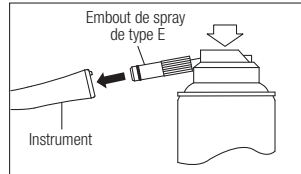

Fig. 7
- 2) Insérez l'embout de spray à l'arrière de l'instrument. Tenez l'instrument et pulvérisez pendant environ 2-3 secondes. Vaporisez du lubrifiant jusqu'à ce qu'il en ressorte de la tête de l'instrument pendant au moins 2 secondes (Fig. 7).
- 3) Lubrifiez l'instrument à l'aide du NSK PANA SPRAY Plus / PANA SPRAY (Fig. 7) ou du système NSK de nettoyage et de lubrification automatique de l'instrument.